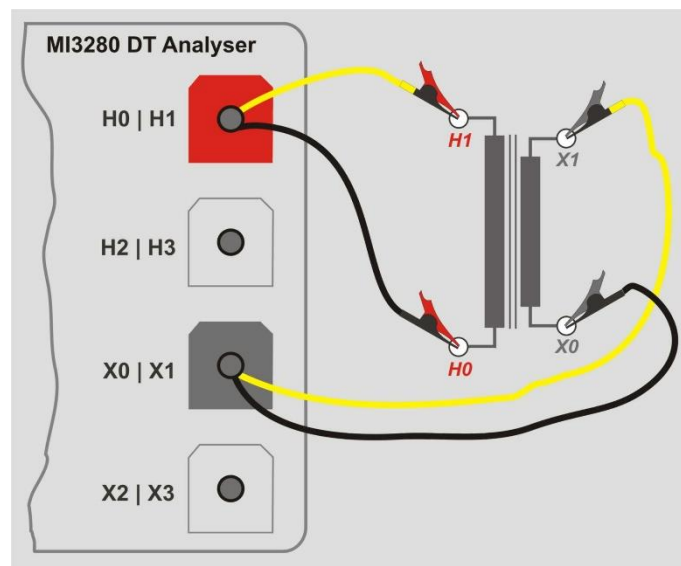

Abbildung 11.7: Einphasen-VT/PT-Transformator Messung des Windungsverhältnisses
Zur Messung der Spannung des Einphasigen Netztransformators (VT/PT) müssen Sie den Anschluss H1|H0 (roter Anschluss: schwarze und gelbe Leitungen) und den Anschluss X1|H0 (grauer Anschluss, schwarze und gelbe Leitungen) an die entsprechenden Buchsen des MI 3280 anschließen, wie in *Abbildung 11.7* dargestellt.
- Verbinden Sie den VT/PT-Transformator wie in *Abbildung 11.7* dargestellt.